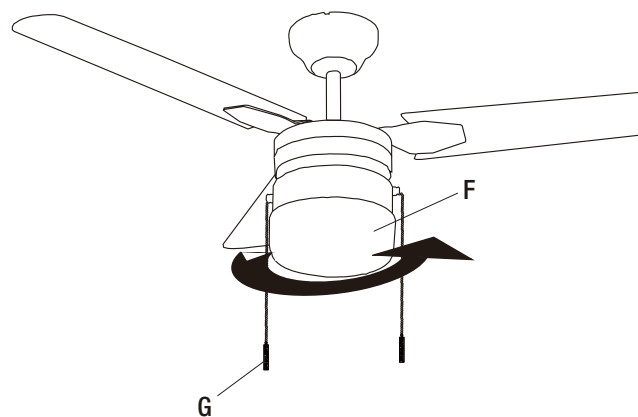

Figure 16
- Installer l'abat-jour (F) sur le support de la lampe en le faisant tourner délicatement dans le sens des aiguilles d'une montre pour le verrouiller en place (figure 16).
- Attacher la chaînette pendante (G) du ventilateur à la chaînette sur l'assemblage interrupteur.